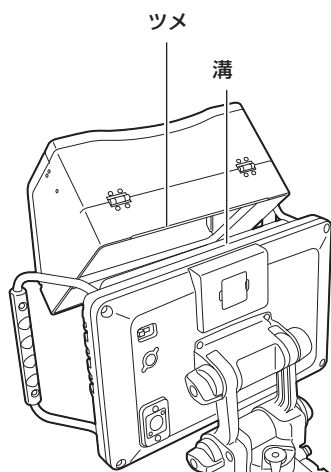
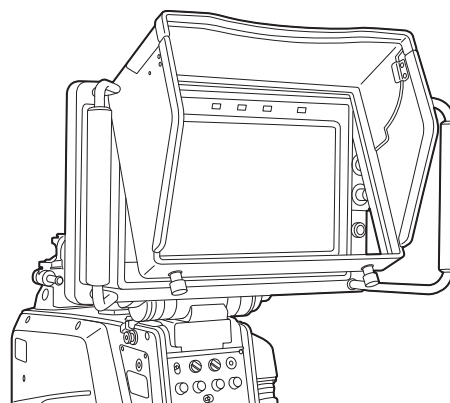

図 1
図 2
- 1 フードのツメを上部の溝に引っ掛ける。(図 1、図 2)